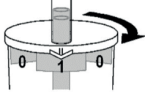

Abb. 3
4. Hvis du vil plukke opp den første polypen, roterer du beholderen til pilen peker på tallet 1 (Fig.3).